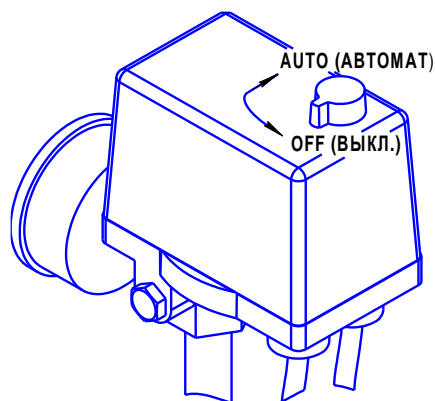

Рисунок 2
- 1 Проверьте, чтобы выключатель на прессостате находился в выключенном положении "OFF" (см. рисунок 2).
- 1 Выключить компрессор выключателем на прессостате. Для этого необходимо переключить выключатель в положение "OFF" (см. рисунок 2). После этого остановится электродвигатель и произойдет сброс давления из нагнетательного воздухопровода и поршневого блока.